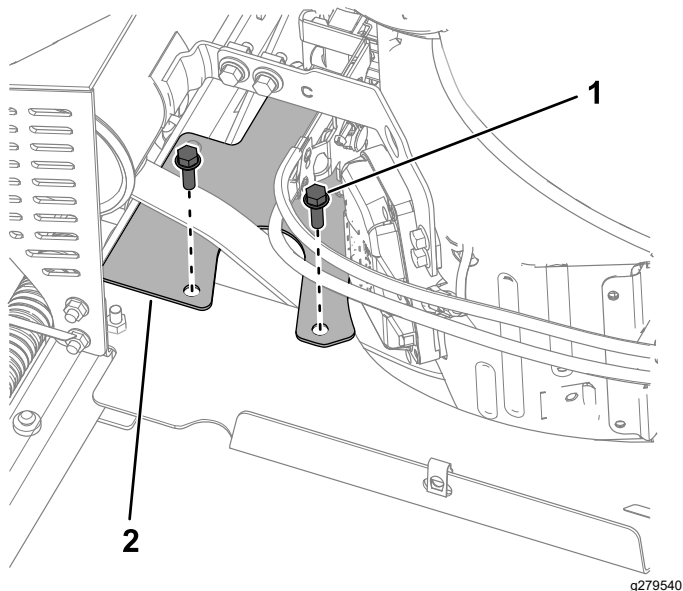

Bild 31
- Entfernen Sie die beiden Schrauben (5/16" x 1") und die Riemenschutzvorrichtung (**Bild 31**).
- Montieren Sie die Riemenabdeckung, wie in **Bild 31** dargestellt. Ziehen Sie die Schrauben mit 20-24 N·m an.